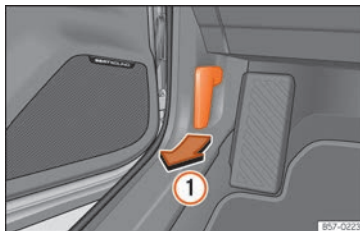

Abb. 218 Entriegelungshebel im Fahrerfußraum.
- Öffnen Sie die Tür und ziehen Sie an dem Hebel unterhalb der Instrumententafel » Abb. 218 ①.